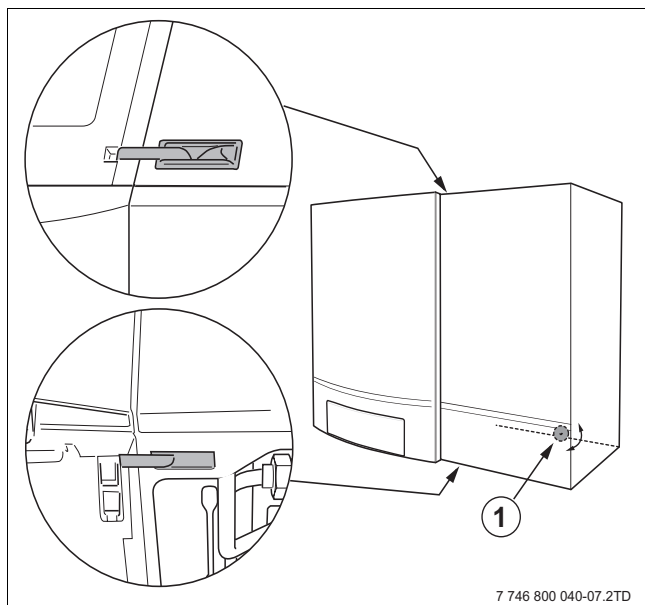

Рис. 15 Замыкание защёлок
- Установите защёлки в выемки котла (→рис. 15, выноска).